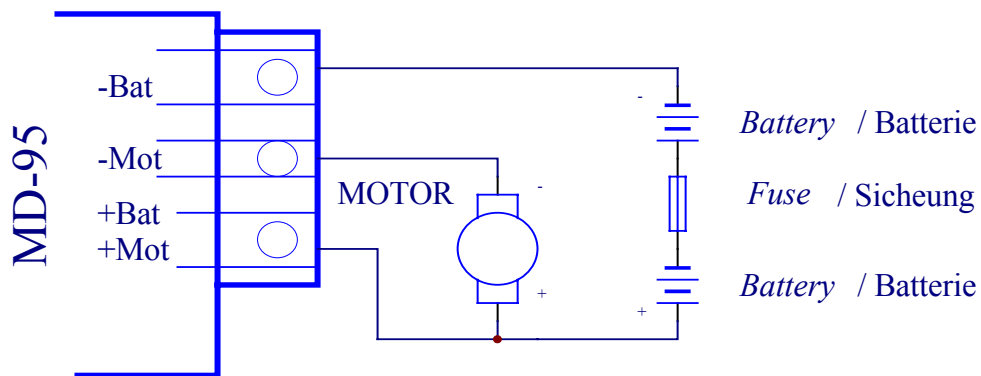

Fig. 5
- Glühlampe entfernen und nicht zu lange warten (max einige Sekunden), bis das Batterie Plus Kabel direkt am Pluspol der Batterie fest angeschlossen wird (Fig. 5).